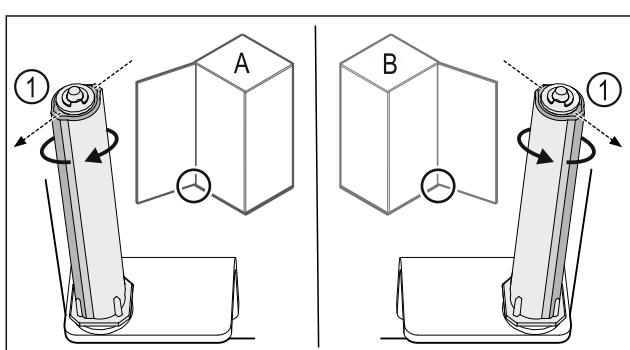

Fig. 44 Butée à gauche (A) / butée à droite (B)
- ▶ Tourner le système de fermeture contre la résistance jusqu'à ce que son arête Fig. 44 (1) pointe vers l'extérieur.